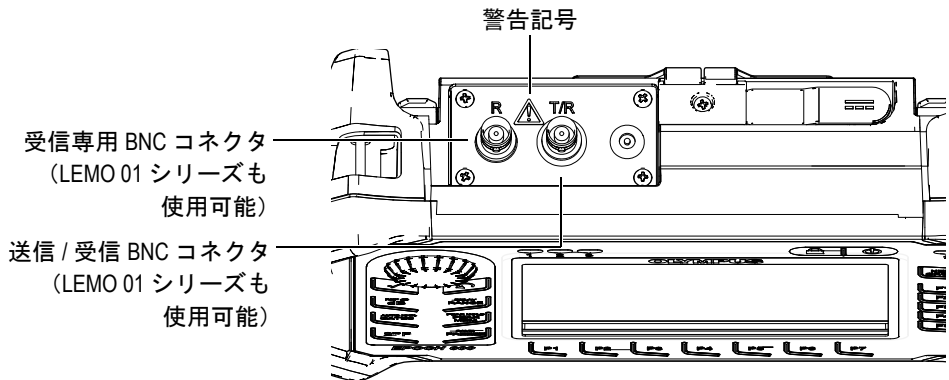

図 3-13 探触子コネクタの位置
探触子コネクタは、探傷器の左側上部にあります。2 つのコネクタは、探傷器の前面から簡単にアクセスできます（69 ページ図 3-13 参照）。
感電の危険性があるため、BNC（または LEMO）コネクタの内部導体には、決して触れないようにしてください。BNC（または LEMO）コネクタの内部導体には、最大 400 V までの電圧がかかる可能性があります。69 ページ図 3-13 に示す送信 / 受信 (T/R) および受信 (R) BNC コネクタの間にある警告記号は、感電の危険性があることを示しています。